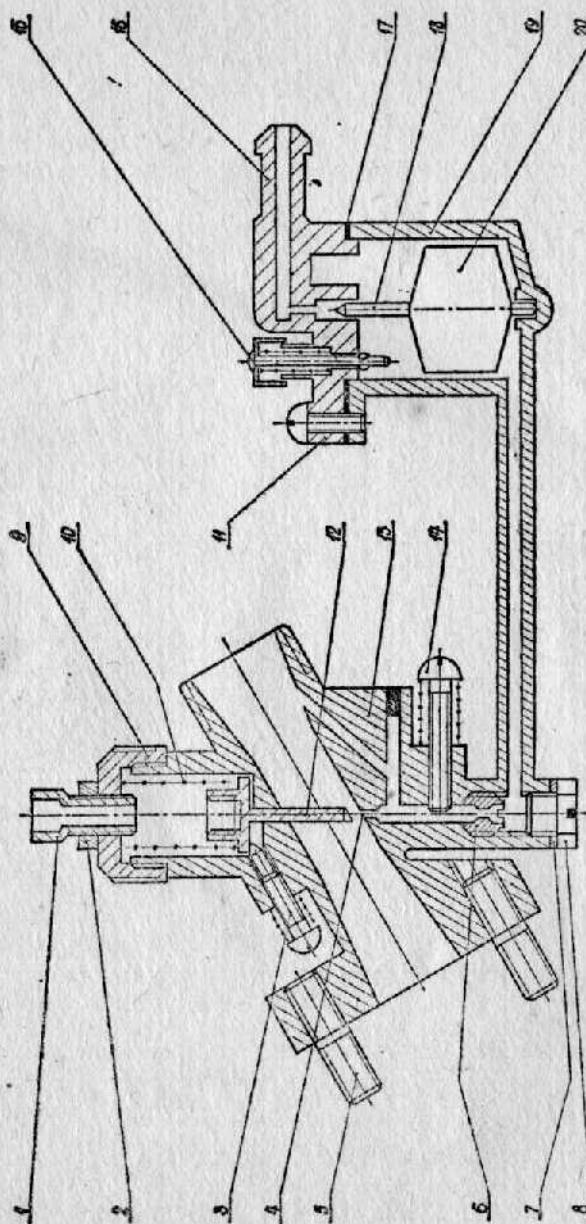

Рис. 6. Схема карбюратора КЗ4Б:
Втулка 1 имеет продольный паз 10, а втулка 2 — винтовой паз 9, между которыми находится ползунок 3, соединенный с гибким тросом и дросселем 7 карбюратора (рис. 6).
Карбюратор (рис. 6) состоит из корпуса 13, крышки поплавковой камеры 11, поплавка 20 с иглой 18, дросселя 12 и жиклеров 6. Топливо из бака через фильтр топливного крана по топливопроводу поступает самотеком к штуцеру крышки 16 и заполняет поплавковую камеру.
5. При положении ручки управления дросселем карбюратора на себя до упора проверить полное открытие диффузора карбюратора, для чего снять воздухоочиститель. При необходимости отрегулировать винтом 1 (рис. 6).
3. При запуске холодного двигателя следует нажать на кнопку утопителя 15 (рис. 6) до полного заполнения поплавковой камеры (топливо должно показаться из-под колпачка утопителя). При запуске прогретого двигателя нажимать на кнопку утопителя не надо.
Если двигатель глохнет, ввернуть винт 3 (рис. 6) на 1+2 оборота. При повышенных оборотах холостого хода вывернуть винт 3 на 1÷2 оборота.